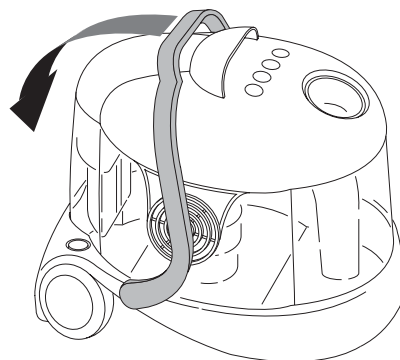

fig. 1
- Duw het handvat dat het deksel **T** blokkeert helemaal naar beneden (fig. 1).